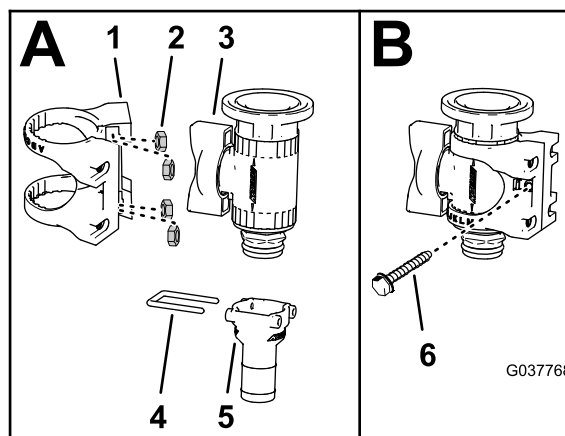

Figura 87
- Se non montati, inserite i 4 dadi in acciaio inox nelle scanalature nella staffa in nylon per la valvola di intercettazione delle flange (Figura 87).
- Rimuovete il raccordo diritto dentellato (3/4 poll.) e il fermo dalla valvola di intercettazione (Figura 87).
- Montate la valvola di intercettazione delle flange nella staffa in nylon, come illustrato nella Figura 87.
- Fissate la staffa in nylon alla valvola di intercettazione delle flange con la vite (6-32 x 5/8 poll.) come illustrato nella Figura 87.